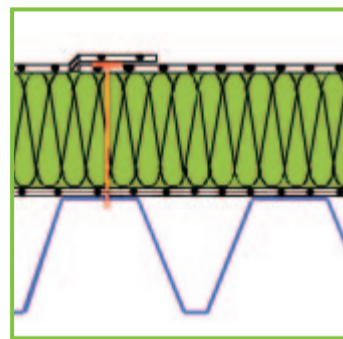

Abbildung 2
- nach DIN 18234-1 einschließlich Beiblatt 1 (Die DIN 18234 definiert die Mindestanforderungen bei Stahlleichtdächern.) – siehe Abbildung 2